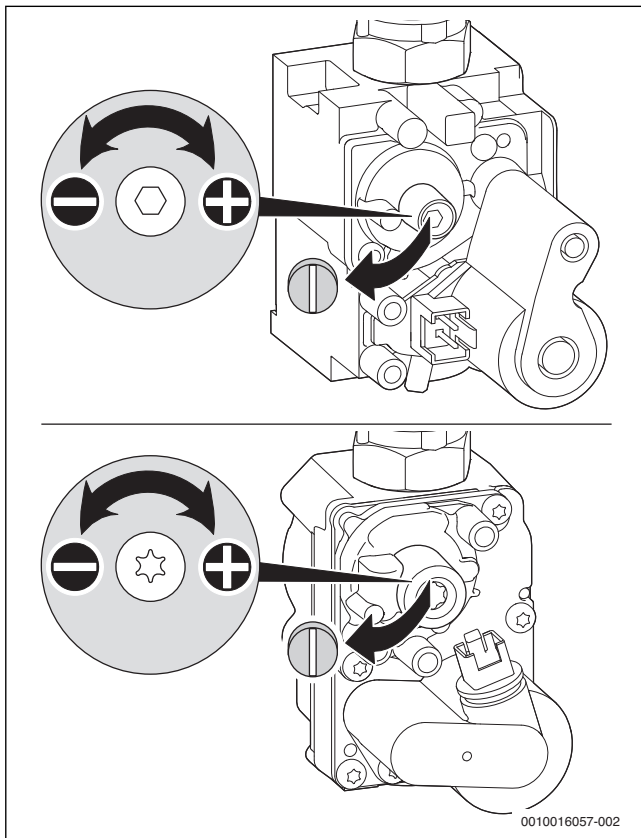

Fig. 37 Înlăturarea sigiliului de la șurubul de reglaj
- ▶ Dacă valoarea se află între -0,11 și -0,21 mbar, reglați presiunea diferențială conform reprezentării de mai jos (→ Fig. 37).